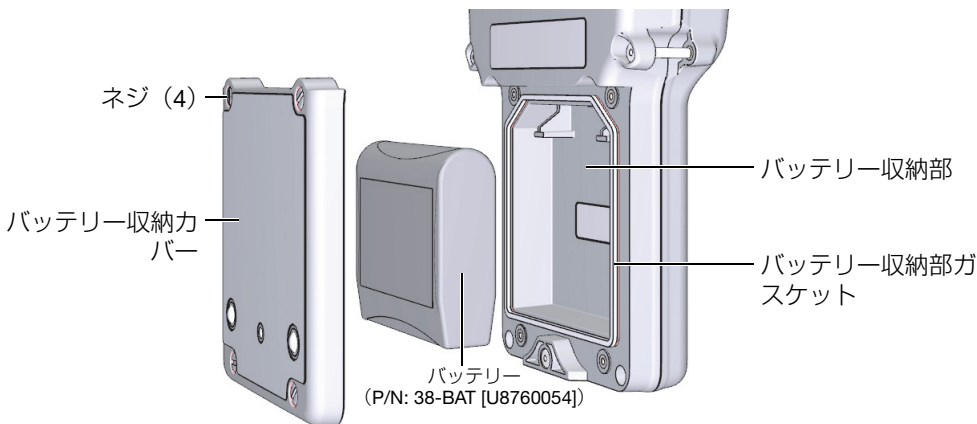

図 2-4 バッテリー収納部を開ける
バッテリーは、38DL PLUS の背面の収納部にあります（44 ページの図 2-4 参照）。
6. 装置の背面にあるバッテリー収納カバーに固定されている 4 本のネジを緩めず (44 ページの図 2-4 参照)。